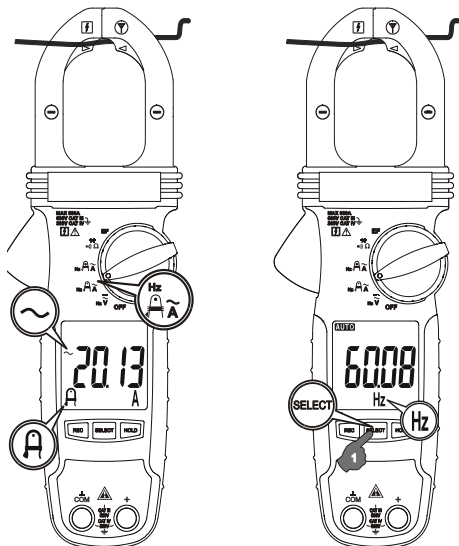

Figura 7 - Descritivo da Medição de Corrente utilizando o AmpTip
1. Posicione a chave rotativa na posição “A~” para medir corrente AC, conforme figura 7.